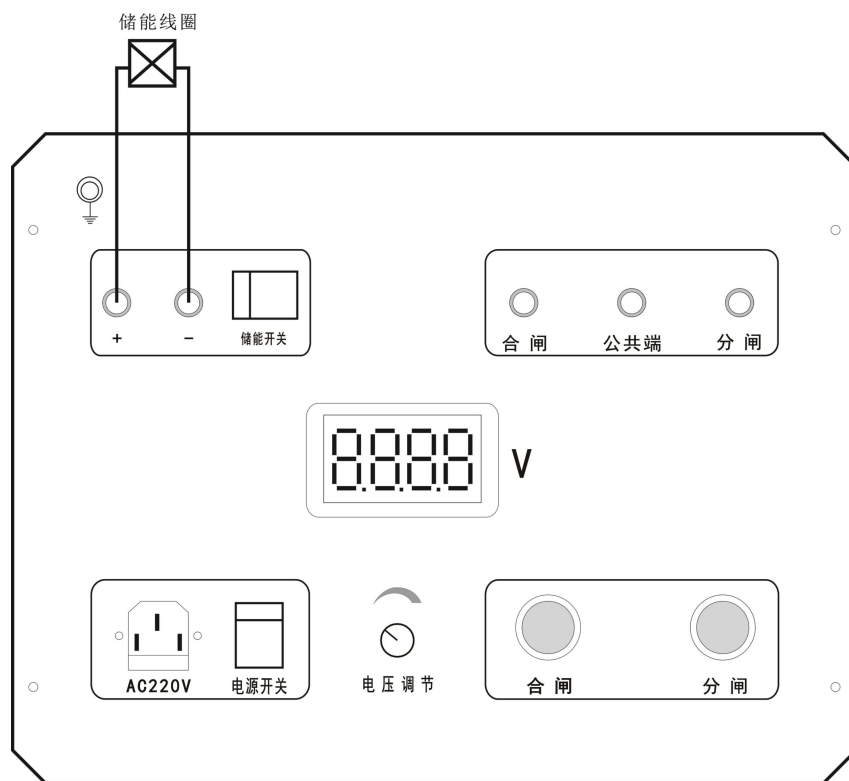

图 5
5.5 用作高压开关储能电源时，将两根储能输出测试线一端接仪器储能输出端子，另一端接高压开关的对应储能端子，注意储能输出正负极，接好线后打开储能开关，听到储能电机转动且储能标识为另外一种状态，即说明已经储能成功，储能完成后关闭储能开关，接线如图 5。